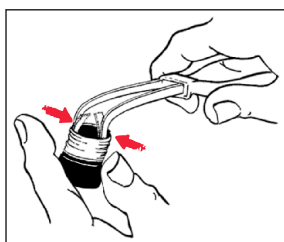

Fig 1
1. Pour réduire la force du ressort, il faut augmenter l'écartement des 2 lamelles (*fig 1*), à l'aide d'une paire de pinces à bec fin, en insérant l'extrémité des pinces entre le bord du bouchon et les lamelles, et en serrant modérément. Plus les extrémités des lamelles seront écartées, plus le ressort sera faible.